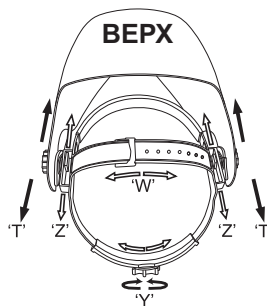

Рис.1
- Ослабьте зажимы по обе стороны от шлема и передвиньте его ближе или дальше от лица ("Z" на рис. 1). Важно, чтобы глаза были на одинаковом расстоянии от стекла, иначе затемнение может казаться разным. Закрепите зажимы после оегулировки.
- Отрегулируйте наклон маски (рис. 1).
- Объем охвата головы можно регулировать с помощью регулятора на затылке("Y" на рис. 1), Это позволяет закрепить маску на голове и предотвратить ее падение во время работы.
- Если оголовье сидит на голове слишком высоко или слишком низко, отрегулируйте ремень, который проходит через макушку. Для этого ослабьте конец ремня, выдавив стопорный штифт из отверстия в ремне. Переместите две части ремня на большую или меньшую ширину, в зависимости от того, что требуется, и вставьте стопорный штифт в ближайшее отверстие (см. «W» на рис. 1).